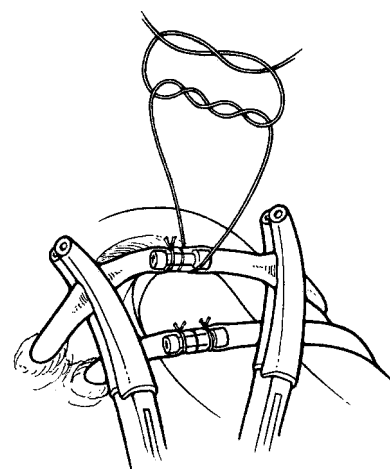

Figura 4-23. Connettore per sutura
5. Usare un nodo chirurgico a doppio intreccio, seguito da un minimo di due nodi semplici per attaccare i tubi al connettore (Figura 4-23).